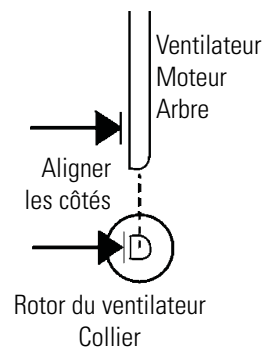

Figure 6-2. Aligner
11. Installez la roue du ventilateur sur l'arbre du moteur en alignant les faces plates en D de chaque élément (figure 6-2). Fixez la roue du ventilateur à l'aide de l'écrou. Vérifiez que la roue tourne librement.